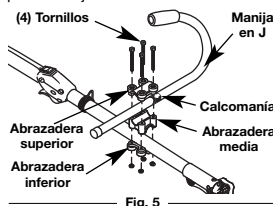

Fig. 5
2. Coloque uno de los tres (3) provistos contratuercas hexagonal en uno de los tres orificios cóncavos de la parte superior del protector accesorio de corte (Fig. 5).
3. Instale un tornillo en el orificio de la base del protector accesorio de corte. Atornillelo en la tuerca instalada en el paso 2 (Fig. 5). No lo ajuste.